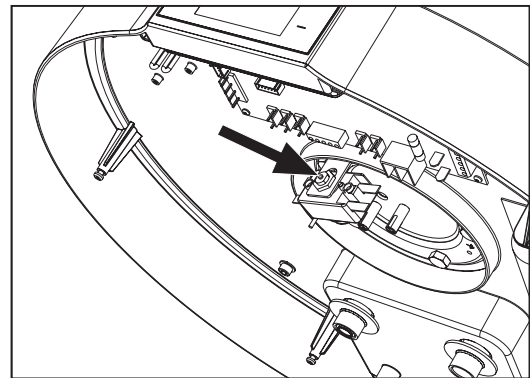

fig. 66 - Restabelecimento do termostato de segurança
- Restabeleça manualmente o termostato de segurança disparado (fig. 66). Em caso de intervenção, o perno central do termóstato sobressai em cerca de 2 mm.